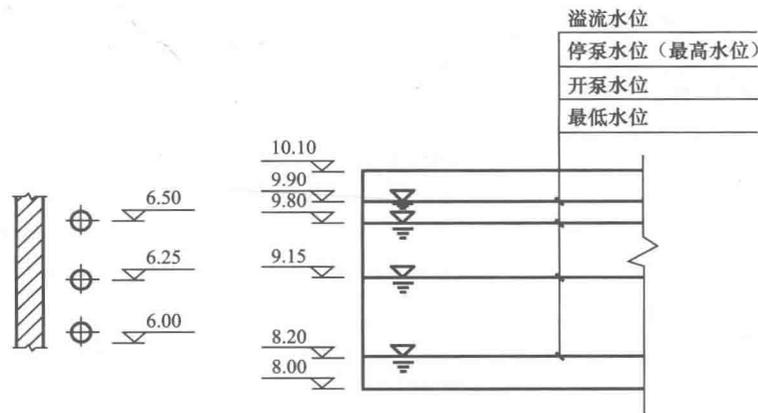

图 1-3 剖面图中管道及水位标高标注法
3) 剖面图中, 管道及水位的标高应按照图 1-3 的方式标注。